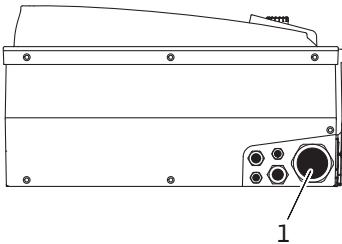

Fig. 25: Kabelverschraubung M25/M40
- Die Netzanschlussleitung ist durch die Kabelverschraubung M25/M40 (Fig. 25, Pos. 1) zu führen.